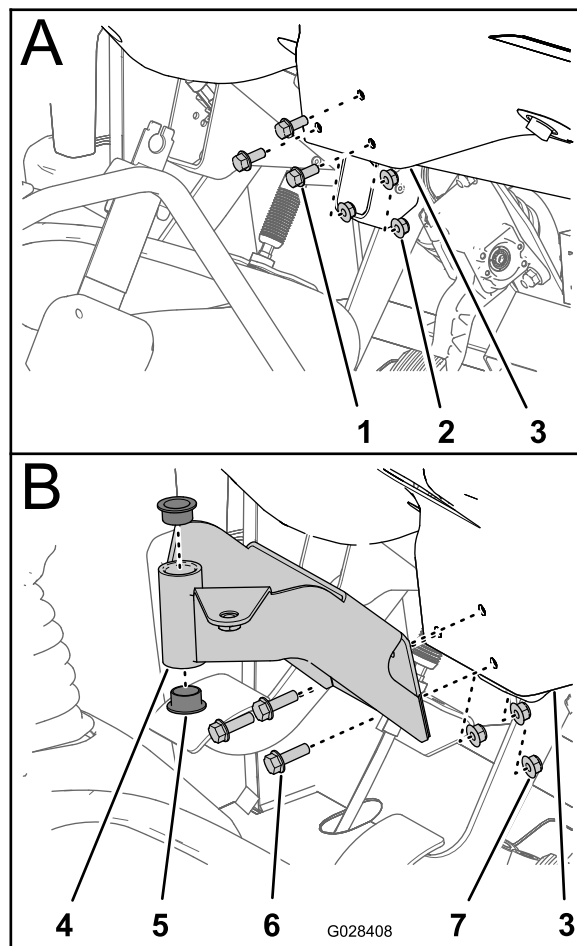

Figure 18
1. Retirez les 3 boulons et les 3 écrous qui fixent la partie inférieure centrale de la planche de bord au support de la planche de bord (Figure 18).
2. Alignez les trous du support de montage de la console de commande et les trous dans la planche de bord et le support (Figure 18).
4. Serrez les écrous et les boulons (Figure 18).
5. Insérez les 2 douilles en plastique dans le support de montage (Figure 18).